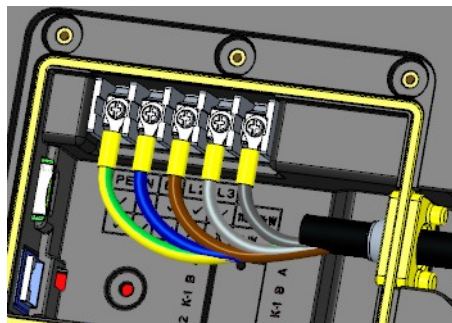

Abbildung 5: Anschlussplan Verkabelung
7. Die Aderendhülse zusammenpressen und mit einer Schraube am Klemmenblock befestigen (Anzugsmoment: 1,8 Nm, siehe Tabelle im Gehäuse). Bei der Wallbox für 11kW werden 5 Eingangskabel angeschlossen (Abbildung 5).